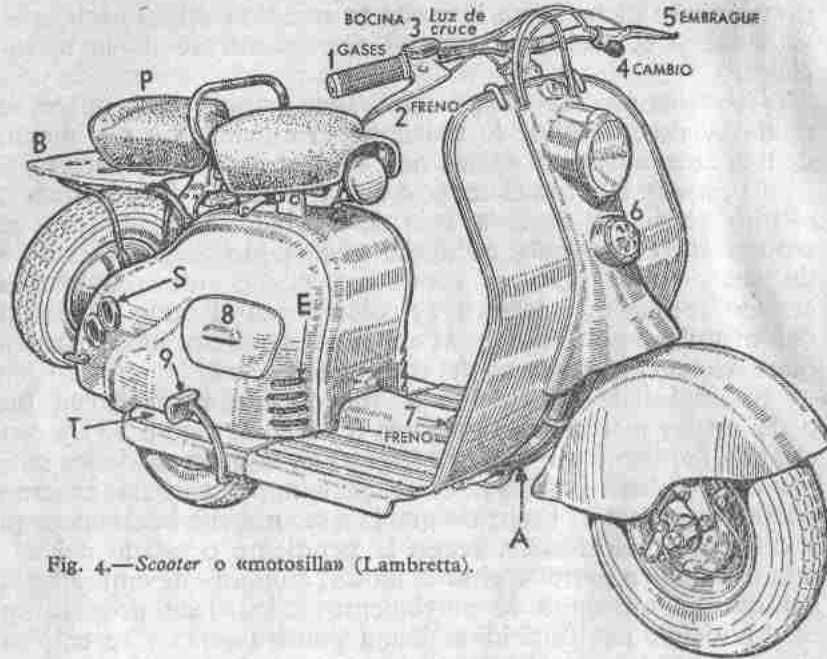

Fig. 4.—Scooter o «motosilla» (Lambretta).
Figs 4 y 5.—Mandos de una scooter o «motosilla» (Lambretta y Vespa).
**Scooters.**—Las motocicletas de las figuras 1 y 2 corresponden al tipo clásico; modernamente—a partir de los años que siguieron a la Segunda Guerra Mundial—se ha extendido extraordinariamente, hasta hacerse popular, un tipo de moto (fig. 4) que en vez de llevar el conductor *montado* le permite ir *sentado*, y por consiguiente, es apto para hombres y mujeres indistintamente: es la llamada *scooter* (que en inglés significa «patineta», y también «chala-
En las motosillas más corrientes, los mandos (figs. 4 y 5) están colocados de la misma manera, según detalla la leyenda